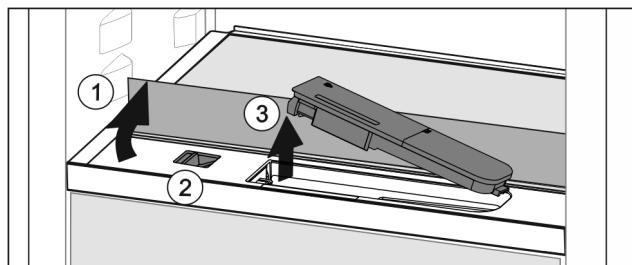

Fig. 35
- Повдигнете стъклената плоча и я завъртете до ограничителя назад Fig. 35 (1).
- Преместете пътзгача Fig. 35 (2) наляво.
- Извадете резервоара за вода Fig. 35 (3).